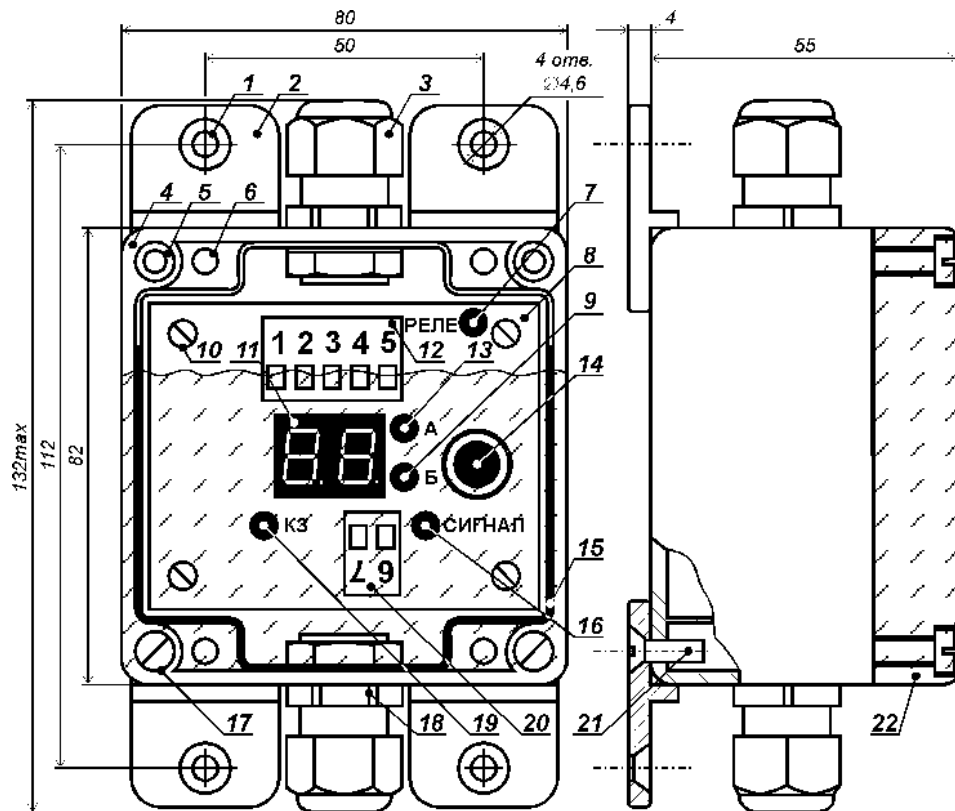

Рис. 2. Конструкция реле скорости РДКС-04РС.
Конструкция реле скорости РДКС-04РС (далее именуемого «РС») показана на рис. 2. Устройство размещено в пластмассовом корпусе [поз. 4], который закрыт прозрачной крышкой [поз. 22] через уплотнитель [поз. 15] четырьмя винтами [поз. 17]. Винты вворачиваются в резьбовые втулки [поз. 5], запрессованные в стенках корпуса.
После подачи питания и до нажатия на энкодер [поз. 14 на рис. 2] РС находится в режиме «Работа». Светодиод «А» [поз. 13 на рис. 2] горит, если скорость механизма выше номинальной, а светодиод «Б» [поз. 9 на рис. 2] – если ниже. Цифровое табло [поз. 11 на рис. 2] показывает процент отклонения текущей скорости механизма от номинальной. Если отклонение превысило заданный порог и это превышения длится дольше заданной задержки, то контакты выходного реле РС переходят в положение «Авария» (рис. 9). При изменении скорости на 50 % и более задержка отсутствует. Цифровое табло отображает зафиксированный процент изменения скорости: если скорость в момент отключения была выше номинальной, то горит светодиод «А», а если ниже – то светодиод «Б». В случае принудительного (минуя контакты РС) пуска механизма, когда его скорость войдёт в допустимый диапазон и пройдёт заданное время задержки, контакты реле вернуться в положение «Нормальная скорость» (рис. 9).
4. Если при подаче на РС сетевого напряжения загорается светодиод «КЗ» [поз. 19 на рис. 2], то следует проверить правильность выполнения п. 1 или устранить короткое замыкание в линии связи между ПП и РС.